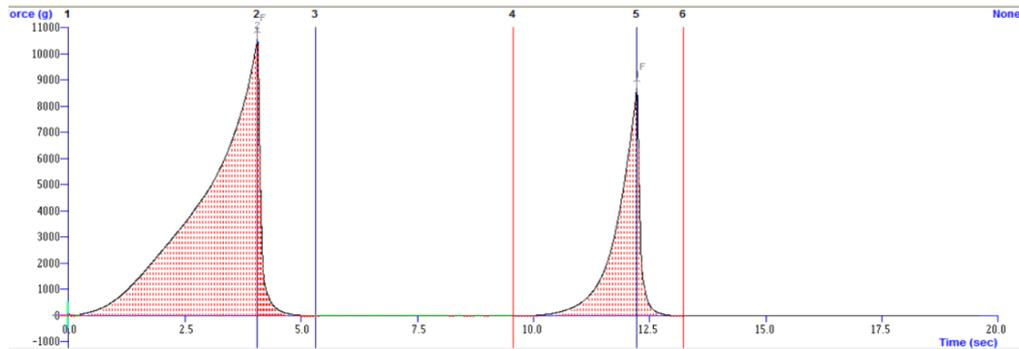

Figura 1. Exemplo de expressão gráfica da análise de TPA da qual serão obtidos os valores para parâmetros como mastigabilidade e elasticidade.
- ◆ Serão utilizados dois cilindros de salsicha com 2,0 cm de diâmetro, a 25°C. As amostras serão comprimidas duas vezes seguidas, em 30% da sua altura original, usando velocidade de 2mm s-1 com força de 25g. O probe será o P35. Segue exemplo gráfico do resultado expresso pelo equipamento (Figura 1).